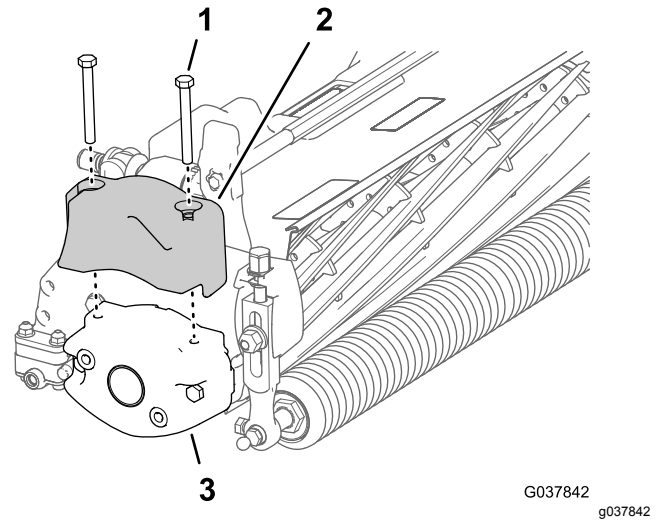

Bild 3
5. **Wenn Sie das Kit an einer Schneideinheit einer Hybrid TriFlex-Maschine montieren,** nehmen Sie die zwei Kopfschrauben ab, mit denen das elektrische Gegengewicht an der Spindel befestigt ist, und nehmen Sie das Gegengewicht ab (Bild 3).